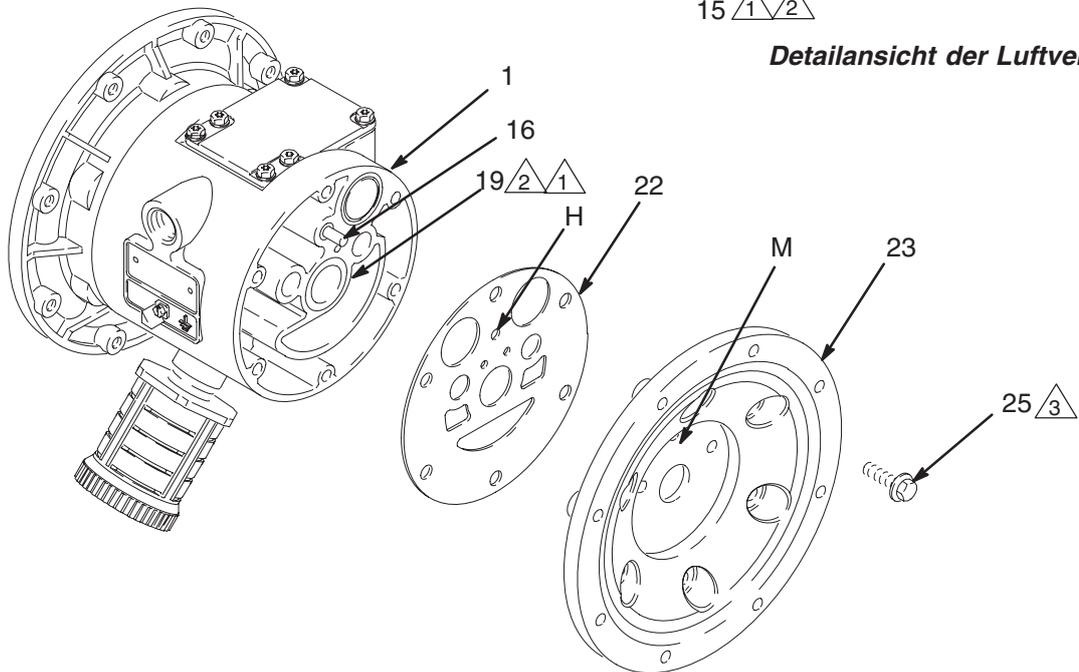

Abb. 15
- HINWEIS:** Wenn das Membranwellenlager (19) ausgebaut wird, Schritt 4 auslassen.
5. Mit einem 10 mm-Steckschlüssel die Schrauben (25) lösen, mit denen die Luftdeckel (23) am zentralen Gehäuse (1) befestigt sind. Siehe Abb. 15.
6. Die Dichtungen vom Luftdeckel (22) entfernen. Die Dichtungen stets durch neue ersetzen.
7. Mit einem Lagerabzieher die Membranwellenlager (19), Luftventillager (12) oder Führungsstiftlager (15) abziehen. Unbeschädigte Lager nicht ausbauen.
1. Die Wellenpackungen (402*), sofern ausgebaut, so einbauen, dass die Lippen nach **außen** aus dem Gehäuse zeigen (1).
2. Die Lager (12, 15 und 19) sind konisch und lassen sich nur in eine Richtung einbauen. Die Lager **mit dem spitzen Ende voran** ins Mittelgehäuse (1) schieben. Mit einer Presse oder einem Holzhammer und Klotz das Lager bündig zur Oberfläche des zentralen Gehäuses einpressen.
4. Die neue Dichtung der Luftdeckel (22) so ausrichten, dass der aus dem zentralen Gehäuse (1) hervorstehende Führungsstift (16) durch die richtige Öffnung (H) in der Dichtung passt.
5. Die Luftabdeckung (23) so ausrichten, dass der Führungsstift (16) in die mittlere (M) der drei kleinen Öffnungen in der Nähe der Abdeckmitte passt. Die Schrauben fingerfest (25) eindrehen. Mittelfestes (blaues) Loctite® oder ein ähnliches Mittel auf das Gewinde der Schrauben (25) auftragen. Siehe Abb. 15. Mit einem 10-mm-Steckschlüssel die Schrauben entgegengesetzt und gleichmäßig auf ein Drehmoment von 15–17 N•m anziehen.